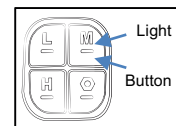

Abb. 6A
3. L/M/H drei Modi können nur bei Vorwärtsdrehung gewählt werden, L/M/H drei Modi und Modus  (R Modus) werden bei der Rückwärtsdrehung gewählt. Wenn der Buchstabe, den Sie drücken, leuchtet, ist das Gerät betriebsbereit. (Abb. 6A)